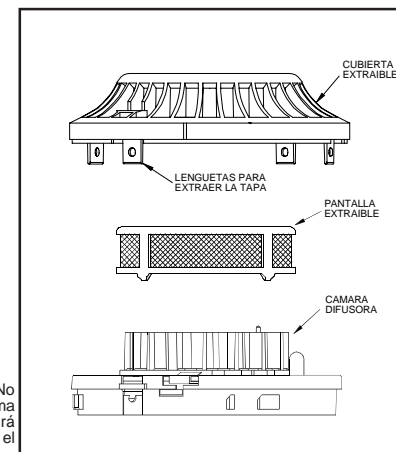

Figura 2. Sensor con la Tapa Retirada
- Extraiga la tapa del sensor. Utilice un destornillador plano y pequeño para desplazar las cuatro lengüetas que sujetan la tapa. (ver Figura 2)